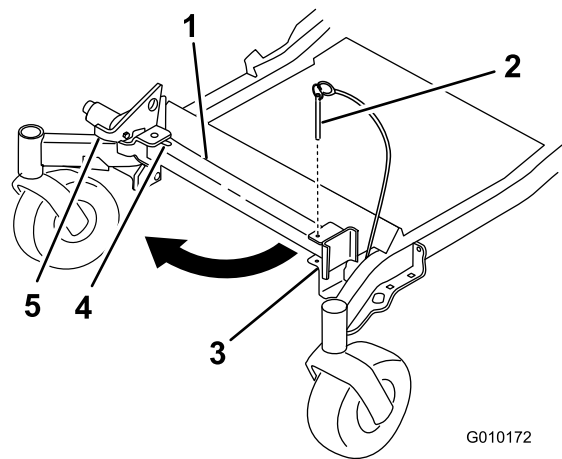
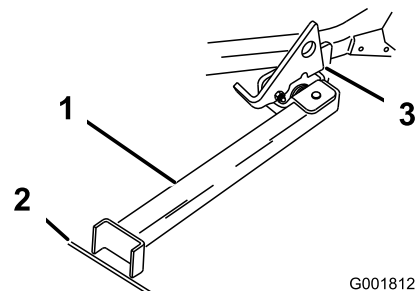

Bild 40
Bild 41
2. Nehmen Sie den Halterungsstift ab (Bild 40).
3. Heben Sie den Riegel an. Drehen Sie den Ständerfuß nach vorne heraus und schieben Sie den Ständer zur Maschine in den unteren Schlitz (Bild 40 und Bild 41).
4. Stellen Sie den Fuß auf den Boden und lassen Sie den Riegel auf der Drehlasche aufliegen (Bild 41).
- Hinweis:** Stellen Sie den Ständerfuß am besten in Risse auf Gehwegen oder in der Rasenfläche (Bild 41).
6. Fahren Sie auf den Stand auf. Halten Sie an, wenn der Riegel über die Lasche in die arretierte Stellung einrastet (Bild 41). Stellen Sie nach dem Auffahren auf den Stand die Feststellbremse fest und stellen Sie den Motor aus.
5. Stellen Sie den Ständer wieder in die Ruhestellung (Bild 40).